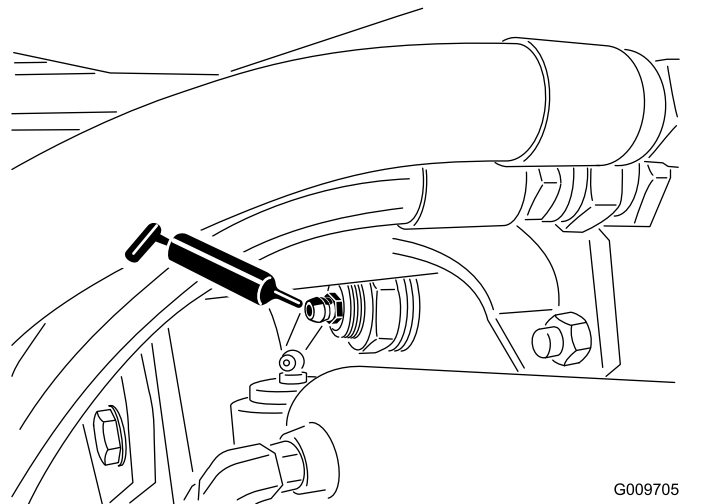

Figura 37
- Casquillos de pivote de eje trasero (2) tal y como se muestra en la Figura 37